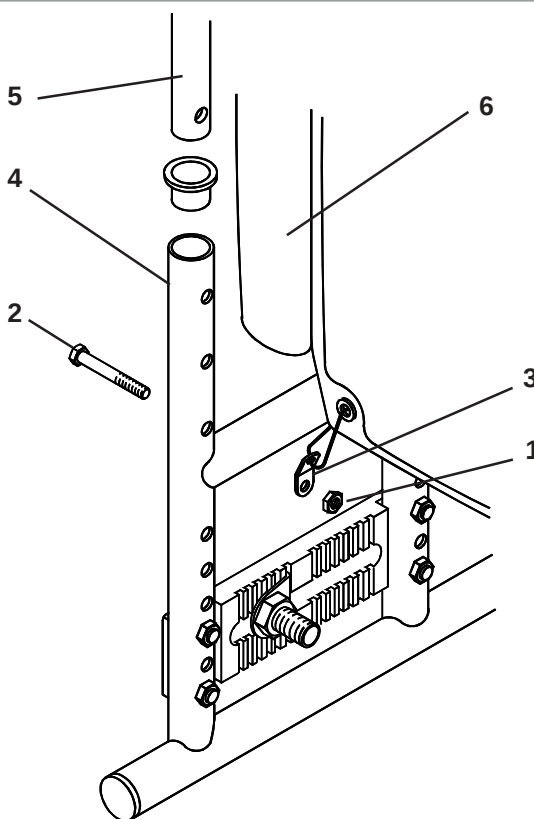

Fig. 52
Voor het afstellen van de rugsteunhoogte, verwijdt u eerst de bekleding (6), de rugsteunmoeren (1), bouten (2) en bekledingbevestigingsbeugeltjes (3) op de achterste framebuizen (4). Schuif de rugsteunbuizen (5) in de gewenste positie. Plaats de bout, de moer en het bevestigingsbeugeltje terug (Fig. 52). Draai ze vast op een aanhaalmoment van 8-10 Nm.